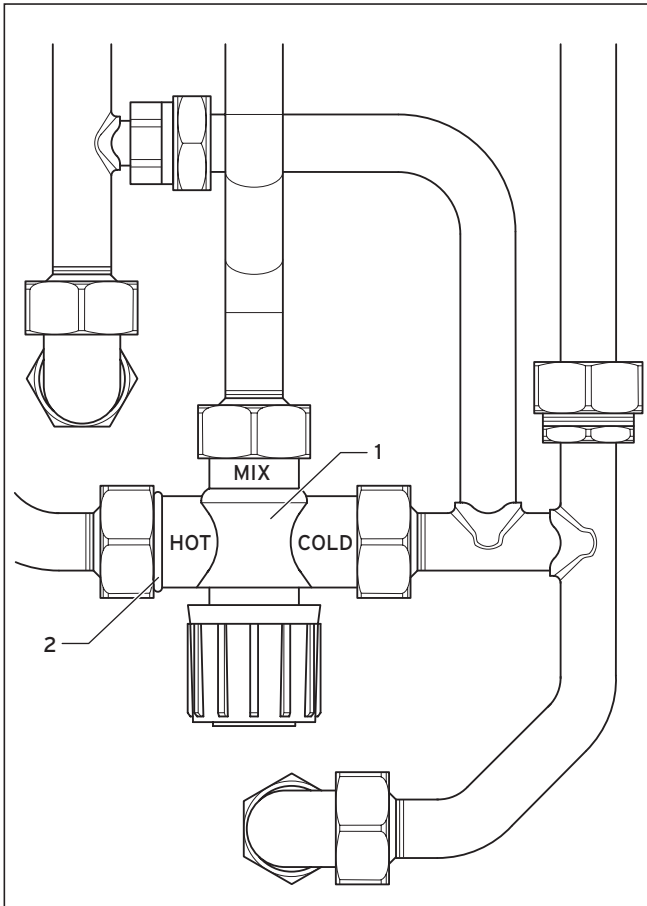

Abb. 9.9 Einbaulage des Warmwasser-Therostatmischers
- Lösen Sie die Verschraubungen und entnehmen Sie den Warmwasser-Therostatmischer (1).
- Montieren Sie den neuen Warmwasser-Therostatmischer wie in Abbildung 9.9 gezeigt. Beachten Sie die Einbaulage des Therostatmischers: Der Warmwasseranschluss des Mischers (HOT) ist mit einem rotem O-Ring (2) gekennzeichnet und muss auf der linken Seite angeschlossen werden.